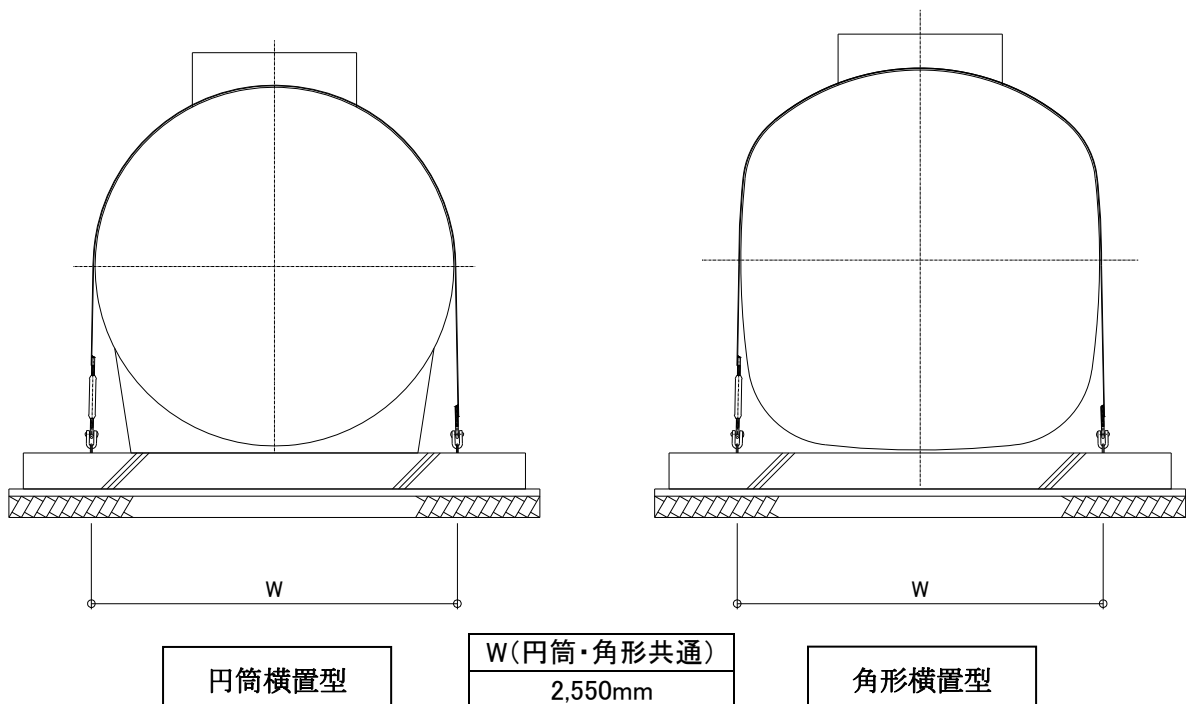
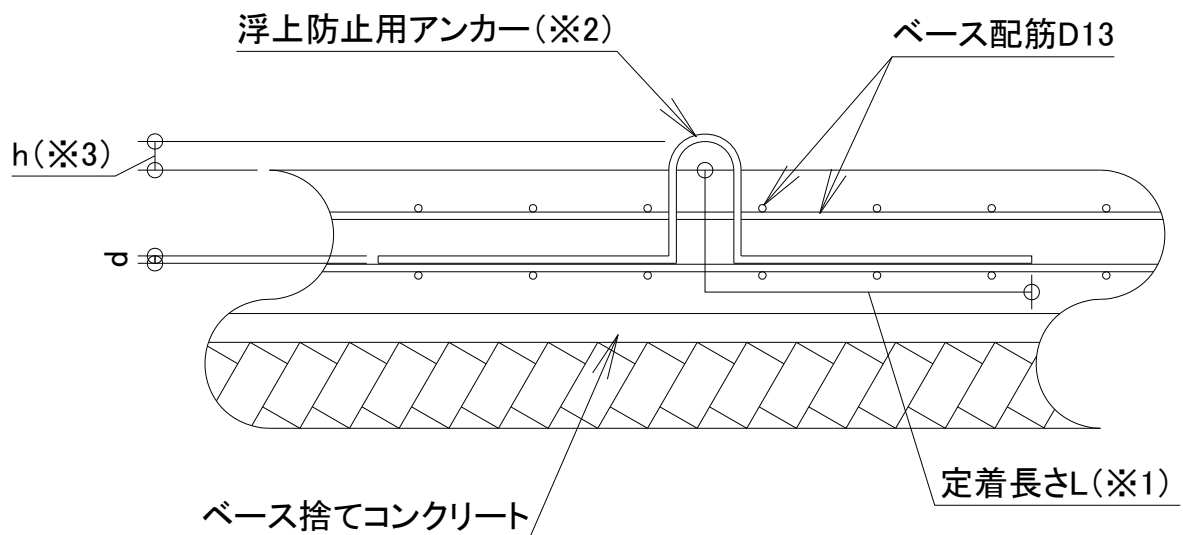
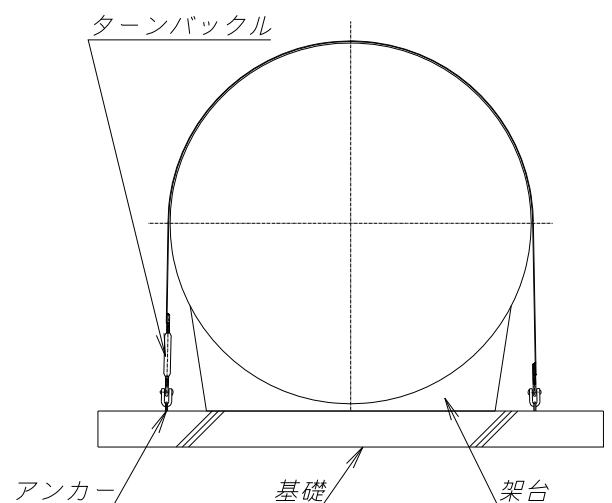

図 6
図 7
図 8
③ 浮上防止用アンカーの、コンクリートの上面からの高さは施工用図面等に従ってください。(図 6・図 7 参照)
- ⑤ 槽を設置したら固定用ワイヤーを図 6 のようにまき、ベースに埋め込んだアンカーにターンバックルを介して結合します。湧水のある場合は、ワイヤーロープの代わりにフラットバーを用い、図 8 のように設置します。